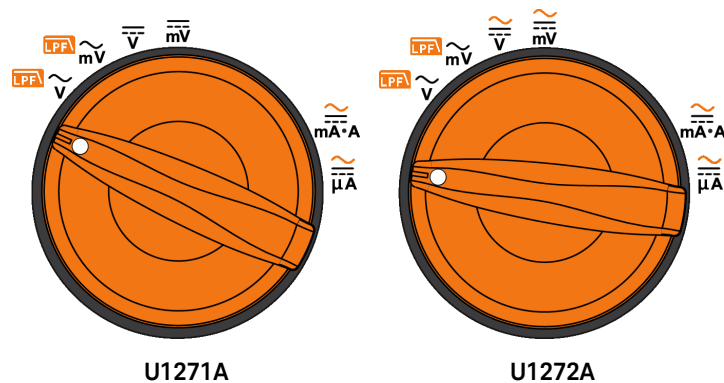

Figura 2-36 Funciones que permite la medición de frecuencia
Su multímetro permite la monitorización simultánea de la tensión o corriente en tiempo real, con las mediciones de frecuencia, ciclo de trabajo, o ancho de pulso. La Figura 2-36 resalta las principales funciones que permiten mediciones de frecuencia en su multímetro.
- 1 Para medir la frecuencia, gire el interruptor a una de las principales funciones que permite mediciones de frecuencia resaltadas en la Figura 2-36.
- 1 Para medir el ancho de pulso, coloque el selector giratorio en una de las funciones que permite mediciones de frecuencia como se muestra en la Figura 2-36.
- 1 Para medir el ciclo de trabajo, coloque el selector giratorio en una de las funciones que permite mediciones de frecuencia como se muestra en la Figura 2-36.